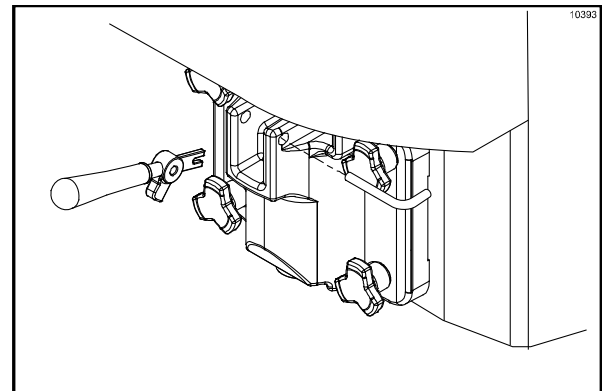

Figure 140
15. Installer la poignée de sortie. Faire glisser la fourche de la poignée dans la rainure de la vanne de sortie. Fixer au moyen de la goupille pivotante (Cf. Figure 140).